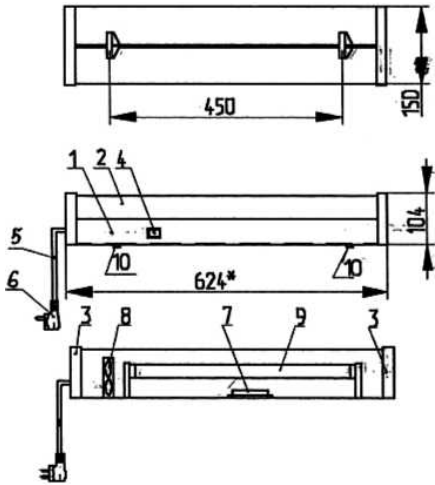

Рисунок 1
5.2. Облучатель (рис.1) состоит из основания - корпуса (1), крышки (2), боковин (3). в корпусе облучателя установлены сетевой выключатель (4). Сетевой шнур (5) - трехжильный с двухполюсной вилкой (6) с заземляющим контактом, ПРА (7), На корпусе установлены узлы подвеса (10).